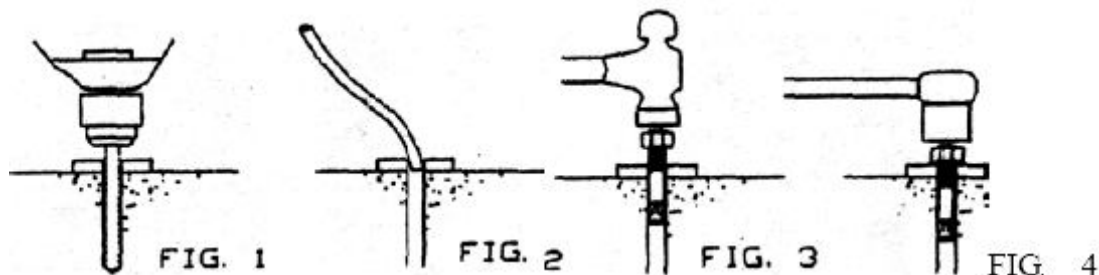

Рис. 2.5 – Установка анкеров
7. Используя перфоратор с буром, просверлите отверстия под анкера основной колонны. Установите анкерные болты в отверстия (Рис. 2.5). Используйте деревянный или резиновый молоток, чтобы вбить анкерные болты до конца. Отверстия должны быть глубиной минимум 100мм, для надежного закрепления стоек.
Для разметки отверстий под анкерные болты используйте основание колонны подъемника как шаблон. Установите поочередно колонны подъемника на основание, в соответствии с планом помещения. Проверьте правильность позиционирования колонн относительно стен помещения и другого технологического оборудования. Пробурить первое отверстие (Рис. 2.5 FIG. 1).
- Для более надежного крепления, удалите из отверстий пыль и крошку (Рис. 2.5 FIG. 2).
- Установите шайбу и накрутите гайку на резьбу анкера, оставив примерно 12 мм резьбы сверху гайки, и осторожно установите анкер в отверстие, не повредив резьбу. Установите анкер таким образом, чтобы шайба и гайка прилегали к основанию (Рис. 2.5 FIG. 3).
- Затяните гайку моментом 200 Нм, при помощи динамометрического ключа (Рис. 2.5 FIG. 4).